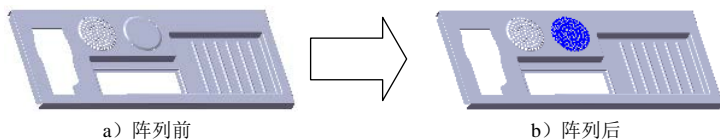
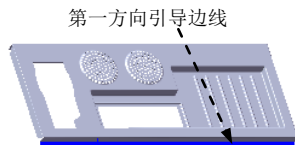

图 17.7.72 创建阵列 (线性) 1
图 17.7.73 定义阵列引导边线
Step14. 创建图 17.7.72 所示的阵列 (线性) 1。
(1) 选择命令。选择下拉菜单 **插入(I)** → **阵列/镜向(E)** →  **线性阵列(L)...** 命令, 系统弹出“线性阵列”对话框。
(2) 定义阵列源特征。单击 **要阵列的特征(F)** 区域中的文本框, 选取设计树中的孔 1 和填充阵列 1 作为阵列的源特征。
(3) 定义阵列参数。
① 定义方向 1 的阵列引导边线。选取图 17.7.73 所示的边线为第一方向引导边线。
② 定义方向 1 的参数。在 **方向 1** 区域的  文本框中输入数值 80.0, 在  文本框中输入数值 2。
(4) 单击  按钮, 完成阵列 (线性) 1 的创建。